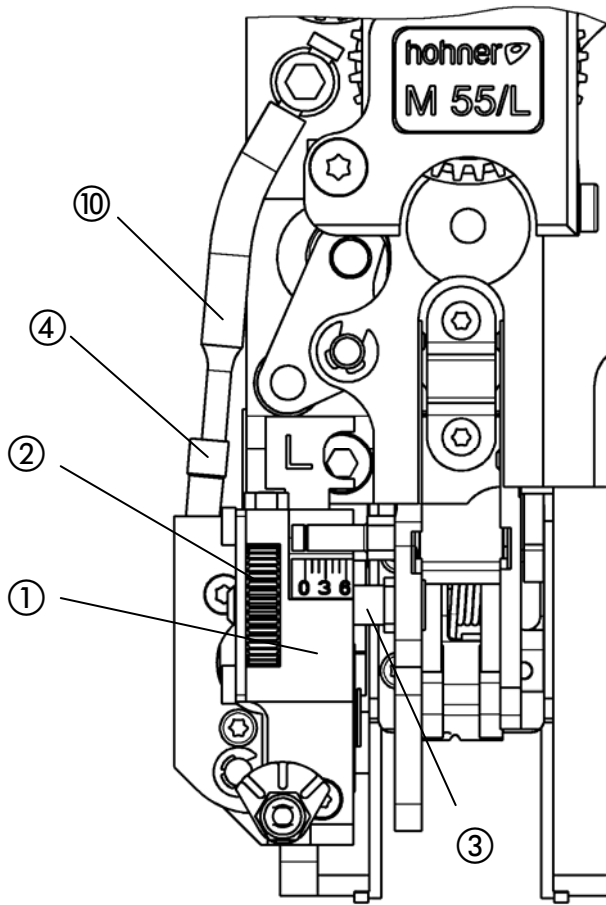

Fig. 23
- Fig. 23-
- Para cambiar la cuchilla desplazar hacia fuera la caja portacuchillas ① girando la moleta ② totalmente fuera de la guía ③ y retirar del cabezal cosedor.
- Volver a montar la guía deslizante de la cuchilla ⑤ de nuevo en la caja portacuchillas ① (Flecha B). En este caso presionar junto el resorte de compresión de la guía deslizante de la cuchilla con un destornillador e introducirlo en la caja portacuchillas. Observe que el resorte de compresión no se doble.
- Fig. 23 -
- Colocar la caja portacuchillas ① en la guía ③.
- Encajar la guía flexible del alambre en el manguito ④ de la caja portacuchillas.